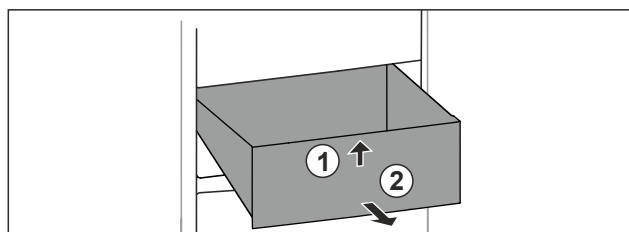

Fig. 97
- Nadzvedněte zásuvku vpředu. *Fig. 97 (1)*
- Vyjměte zásuvku dopředu. Fig. 97 (2)